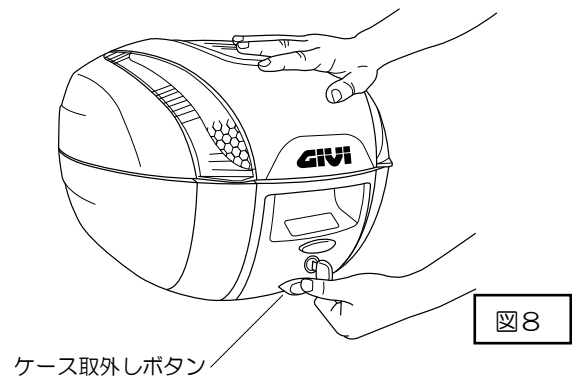

図8
4-3.ケース取外しボタンを押しながら、①ケースを持ち上げます。(図8参照)